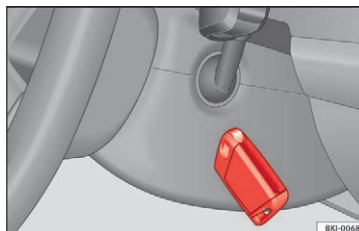

Fig. 150 På højre side af ratstamme: nødstart
- Hold bilnøglen mod ratstammebeklædningen i højre side, umiddelbart efter at du har trykket på startknappen »» Fig. 150.